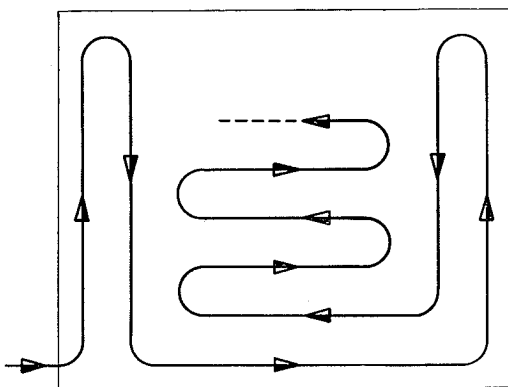

Fig. 18
17. Anmähen (Fig.18)
17. Début de fauchage (fig.18)
17. Preparazioni (fig.18)